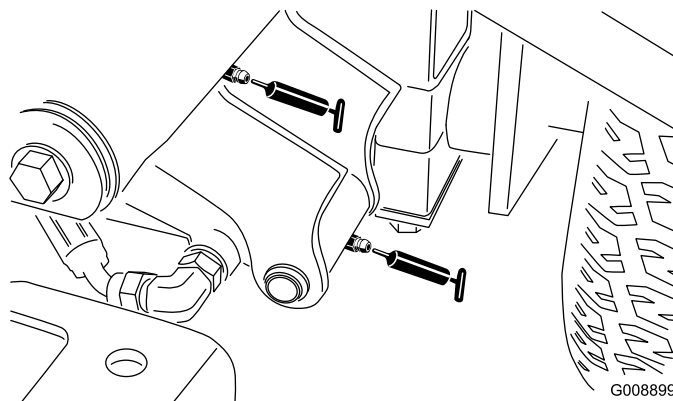

**Рисунок 33**
- Торцы цилиндров SideWinder (2) (Рисунок 33)